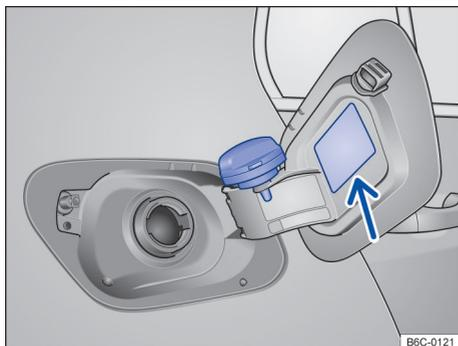

Fig. 162 Portinhola do tanque de combustível aberta com a tampa do tanque de combustível pendurada.
- Remover a tampa do tanque girando-a no sentido anti-horário e encaixá-la no suporte na portinhola do tanque → Fig. 162.